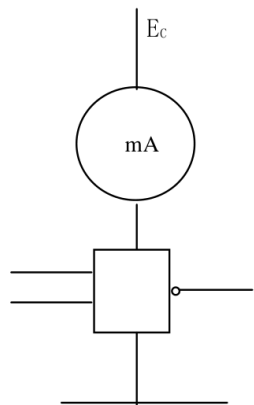

图 2:  $P_{ON}$  的测试电路
**空载功耗** 是与非门不接外部负载时, 电源电流  $I_c$  与电源电压  $E_c$  的乘积, 可估算电路内耗。通常只测定输入端全开路和全短路时的功耗  $P_{ON}$  和  $P_{OFF}$  (静态功耗)。测  $P_{OFF}$  时, 在输入端全短路后要接地。 $P_{ON}$  测试电路见图 2。